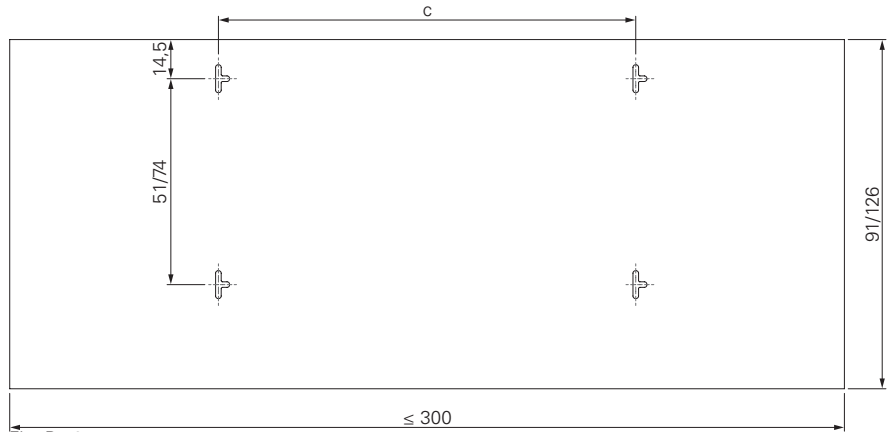
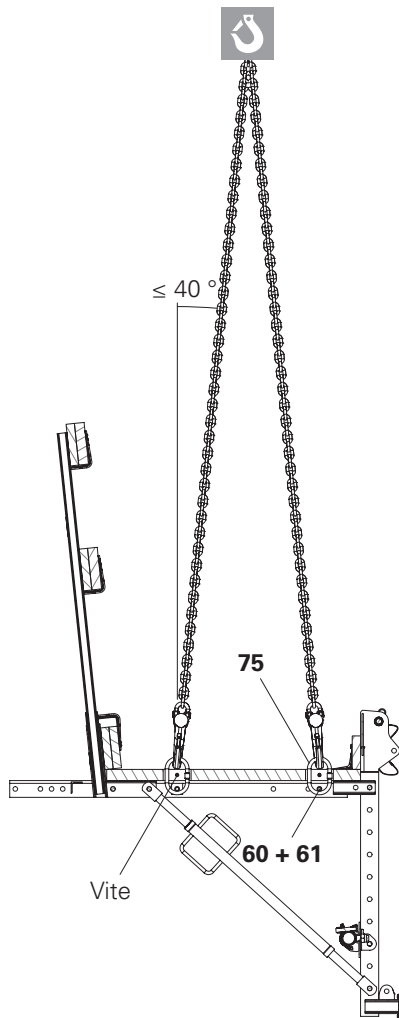
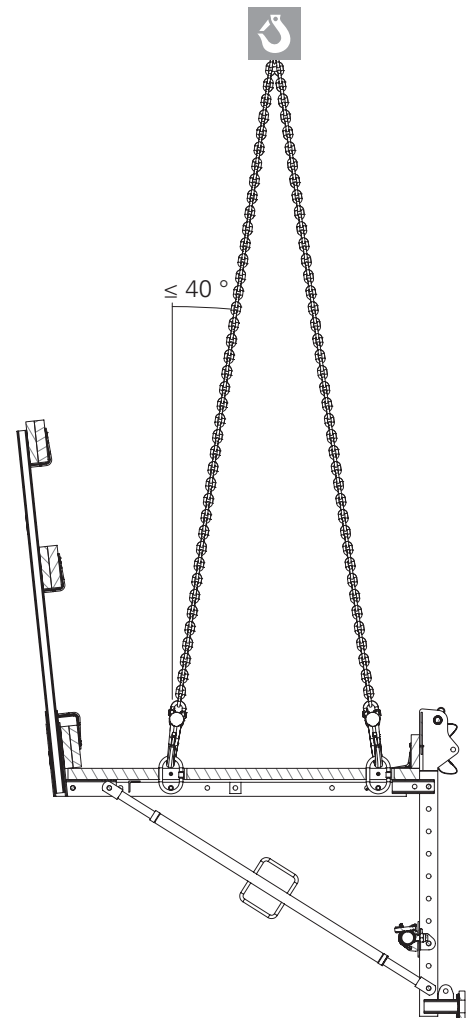

Fig. B4.04
Fig. B4.05
Fig. B4.06
1. Praticare quattro intagli 10 x 2 cm alle distanze indicate. (Fig. B4.04).
2. Inserire l'anello di sospensione A13 (75) nel foro, montare con perno $\varnothing 16 \times 90$ mm (60) e bloccare con inserto a molla 4/1 (61).
3. Avvitare la vite nell'impalcato, in modo che l'anello di sospensione A13 (75) non cada verso il perno. (Fig. B4.05 + Fig. B4.06)
- Scegliere la lunghezza delle catene in modo che l'angolo di inclinazione delle catene rispetto alla verticale sia di massimo 40° . (Fig. B4.05 + Fig. B4.06)